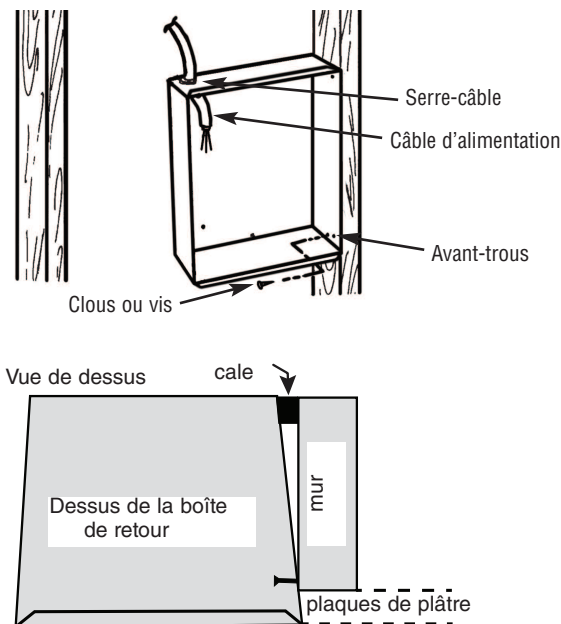

Figure 1
3. L'alimentation électrique entre dans le boîtier arrière par les trous à enfoncer sur le côté GAUCHE du boîtier. N'utilisez pas les trous à enfoncer du côté droit du boîtier (voir la Figure 1).
4. Positionnez le boîtier arrière contre le côté de poteau avec des clous ou des vis comme c'est montré en Figure 1.
**REMARQUE:** Le boîtier arrière doit être installé contre un poteau mural et fixé avec des clous ou des vis comme c'est montré en Figure 1.
1. Le rebord du boîtier arrière doit arriver juste au niveau de la surface finie finale. (Voir la Figure 1).